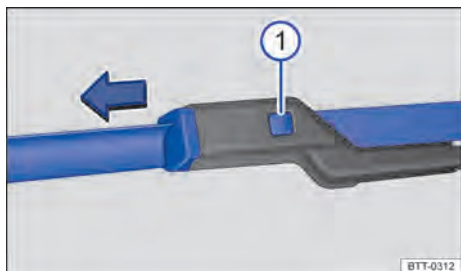

Fig. 145 Substituir as palhetas dos limpadores do para-brisa.
- Manter a tecla de destravamento → Fig. 145 Ⓜ️ pressionada e, ao mesmo tempo, retirar a palheta do limpador do para-brisa no sentido da seta.